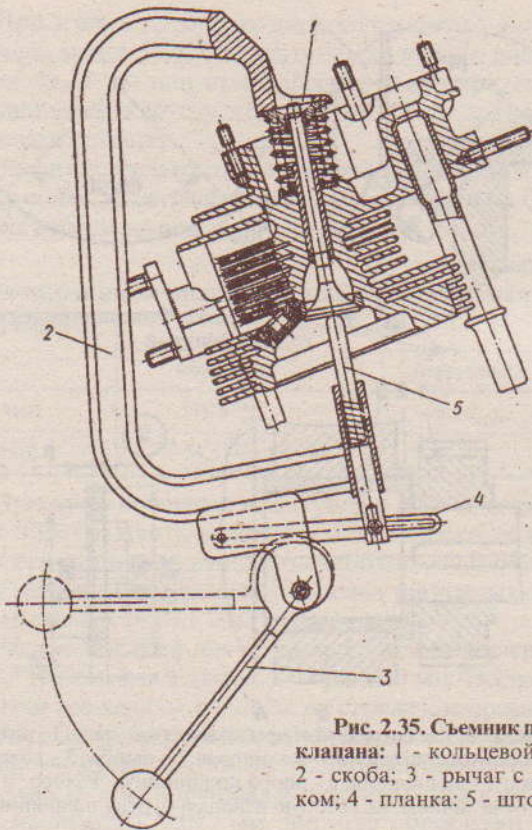
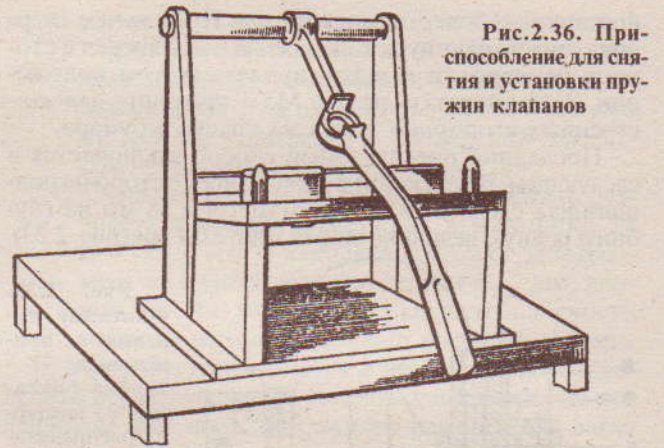

Рис. 2.35. Съемник пружин клапана: 1 - кольцевой упор; 2 - скоба; 3 - рычаг с кулачком; 4 - планка; 5 - шток;
Рис. 2.36. Приспособление для снятия и установки пружин клапанов
- ✓ сжав пружины клапана, вынуть сухари и, постепенно отпуская пружины, снять тарелку пружины клапана, пружины и шайбу. Для сжатия пружины клапана можно пользоваться скобой, показанной на рис. 2.35. При необходимости часто выполнять эту операцию удобнее пользоваться специальным приспособлением (рис. 2.36);